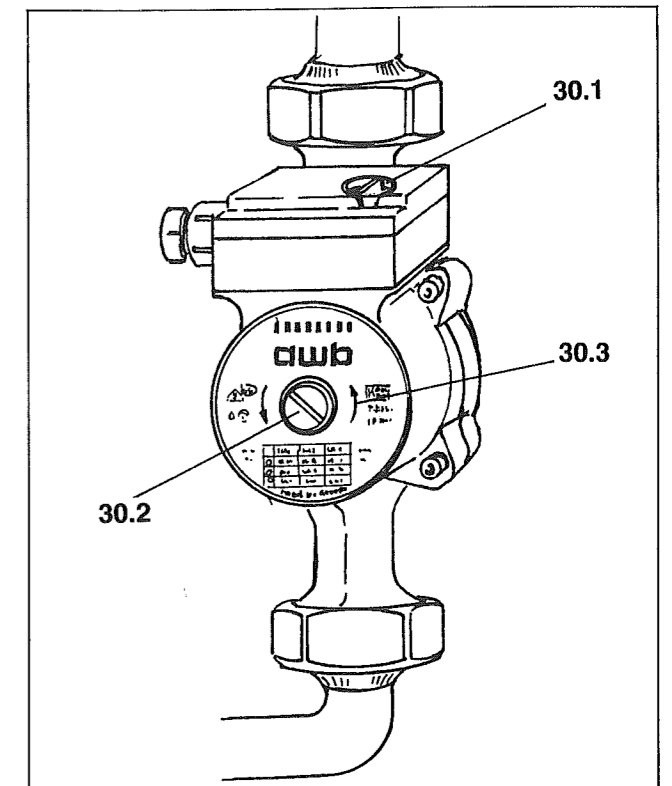

Fig. 30 Circulatiepomp Grundfos UPS 25-50
- Nadat de ketel lange tijd stil heeft gestaan, kunt u de pomp (fig. 30) weer op gang helpen door de schakelaar (fig. 30.1) op stand 3 te zetten. Verwijder het afdekschroefje vóór de pomp (fig. 30.2) en draai vervolgens de dan zichtbare as met een schroevendraaier in de richting van de pijl (fig. 30.3) op het pomphuis. Als de pomp weer loopt, de afdekschroef weer monteren. De pomp-toerentalschakelaar weer op zijn oorspronkelijke stand zetten.